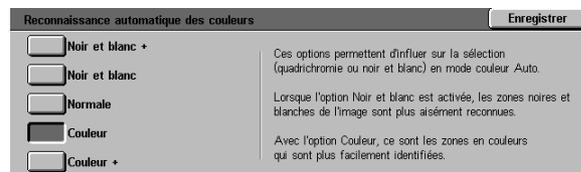

Figure 49 : Paramètres Reconnaissance des couleurs
- Pour le paramètre Optimisation texte ou photos, appuyez sur la touche correspondant à l'option voulue (figure 49).